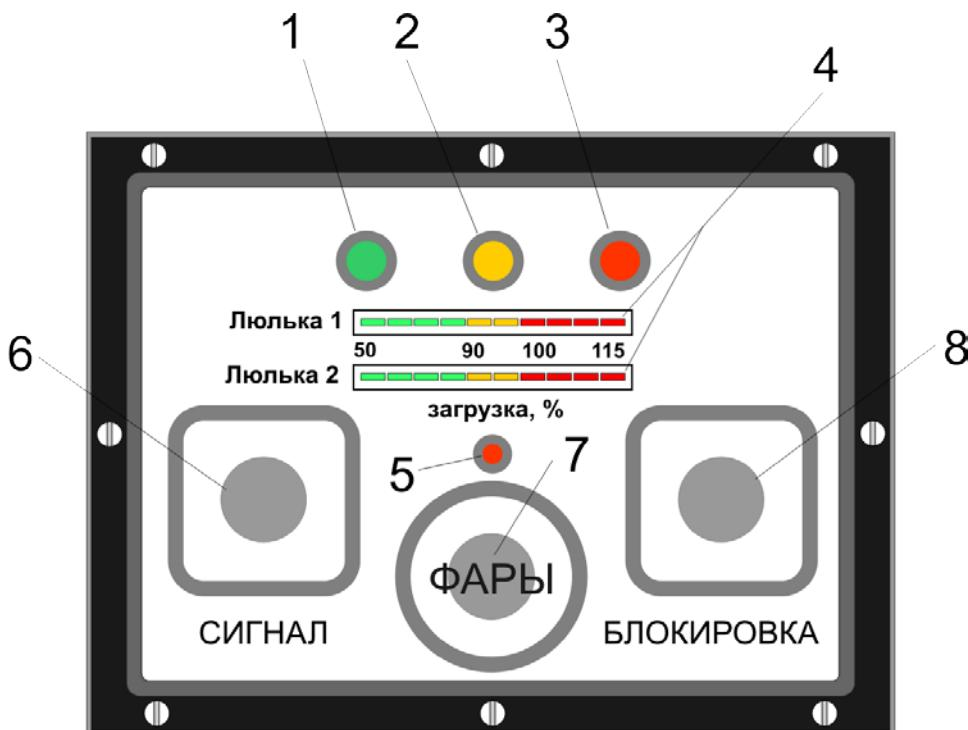

Рис.1
6.4. Блок АОГ, рис.1, представляет собой микропроцессорный контроллер, воспринимающий информацию от входных цепей и вырабатывающий сигналы управления для реле и индикаторов состояния подъёмника.
6.4.5. На передней панели блока АОГ, Рис.1, расположены: